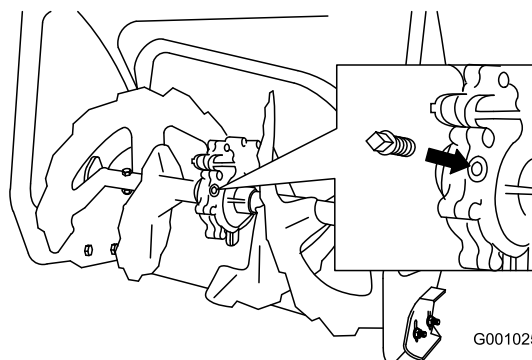

Figura41
2. Curățați zona din jurul dopului de țeavă (Figura41).